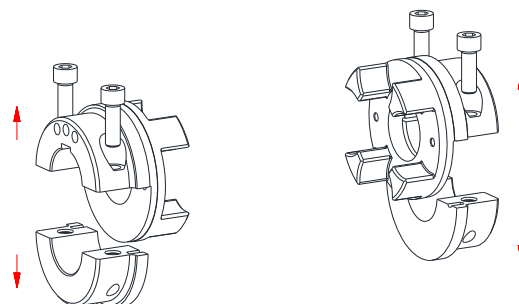

Fig. 11: Halvskålernes demontage
- Fjern halvskålene fra navets legeme (se fig. 11).